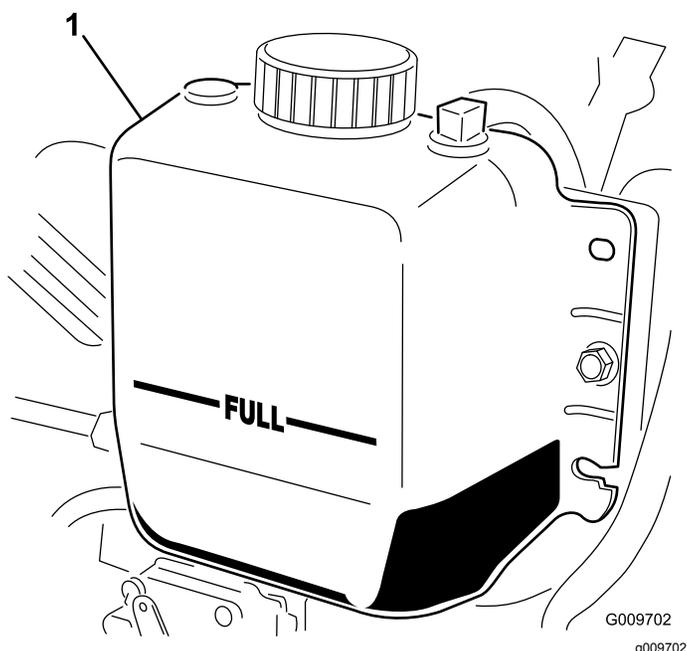

Figura 19
2. Controllate il livello del refrigerante nel radiatore. Il radiatore deve essere riempito fino alla parte superiore del collo del bocchettone ed il serbatoio di espansione fino al segno di pieno Full (Figura 19).